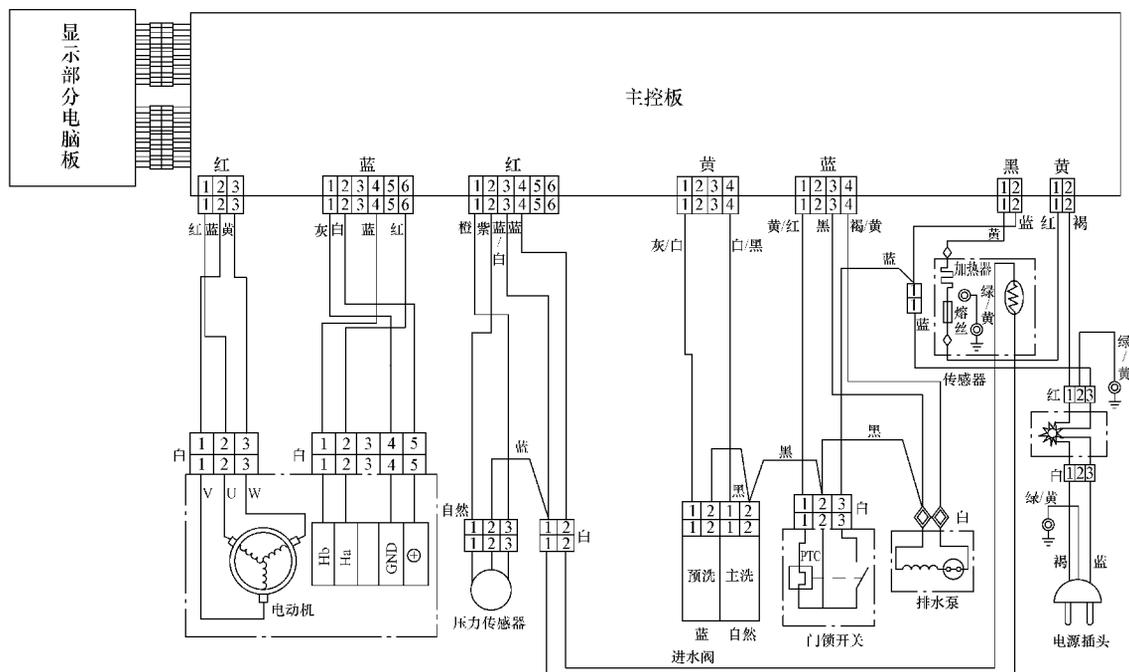

图 6-14 LG WD-N10270D 型滚筒式洗衣机电路
**【附注】**LG WD-N10270D 型滚筒式洗衣机电路如图 6-14 所示。